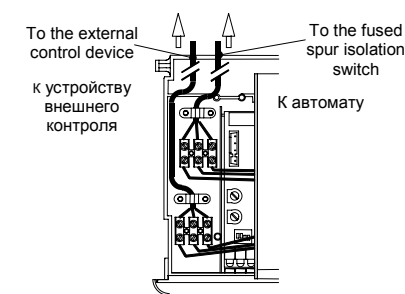

Fig. 5.10
- 8 Route the electrical supply flexible cord and the external control flexible cord as illustrated in Fig. 5.10. Lock the flexible cords in place with the flexible cord clamps
- 8 Уложите гибкий сетевой провод и гибкий провод внешнего управления, как показано на Fig. 5.10. Закрепите гибкие провода зажимами.